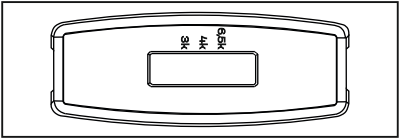

Рис. 2
- 5.10 Для версии с переключаемой цветовой температурой при необходимости выберите требуемое значение температуры на переключателе (рис.2). Где «3К» – 3000К, «4К» – 4000К, «6,5К» – 6500К. **Внимание!** По умолчанию установлено значение «4К».